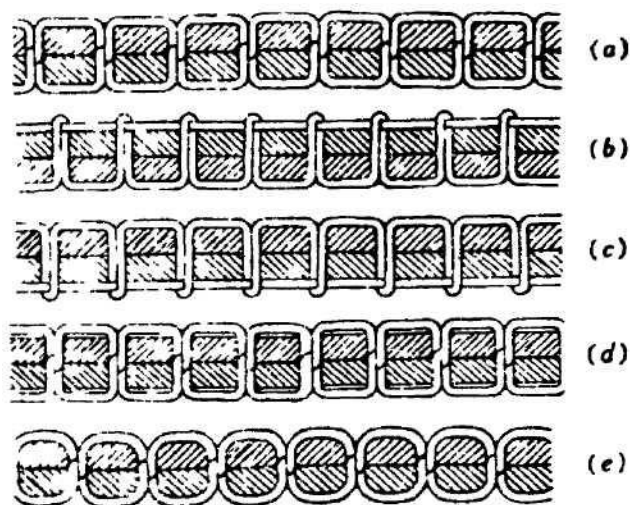
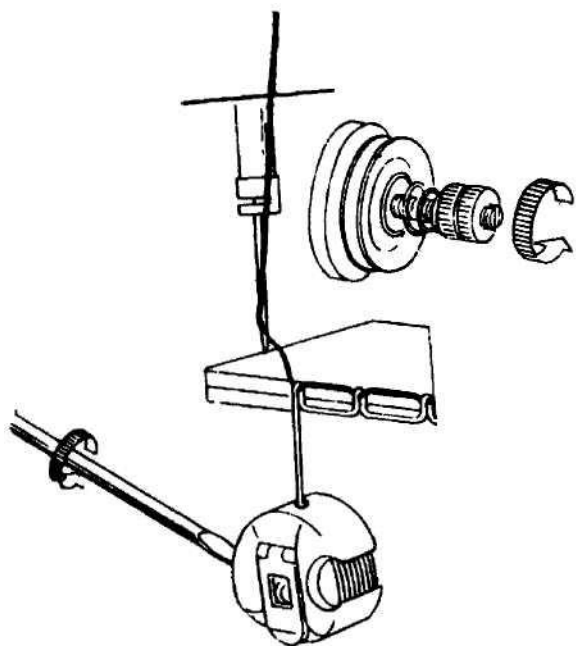
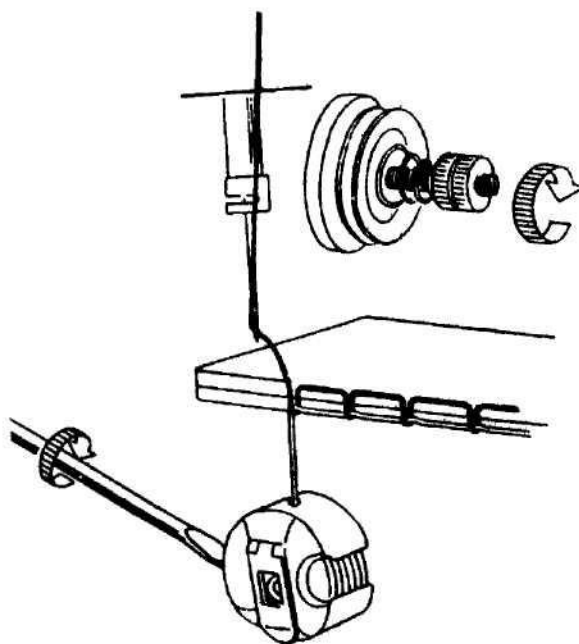

Рис. 25
Рис. 26
Рис. 27
На рис. 25 показаны различные формы стежков, которые могут получиться при работе на машине.
Стежок нормальной формы показан на рис. 25 (а). Если в результате шитья получаются неправильные строчки, стягивающие материал, пропускающие стежки и обрывающие нить, необходимо отрегулировать натяжение игольной и шпульной нити.
(1) Если натяжение игольной нити слишком сильное или натяжение шпульной нити слишком слабое, как показано на рис. 25 (b), поверните регулятор натяжения против часовой стрелки, чтобы уменьшить натяжение игольной нити, или затяните регулировочный винт шпульного колпачка, чтобы увеличить натяжение шпульной нити (см. рис. 26).
(2) Если натяжение игольной нити слишком слабое или натяжение шпульной нити слишком сильное, как показано на рис. 25 (c), поверните регулятор натяжения по часовой стрелке, чтобы увеличить натяжение игольной нити, или поверните регулировочный винт шпульного колпачка против часовой стрелки, чтобы уменьшить натяжение шпульной нити (см. рис. 27).
(3) Если в результате получаются стежки, показанные на рис. 25 (d), (e), регулировка может быть выполнена, как описано выше.